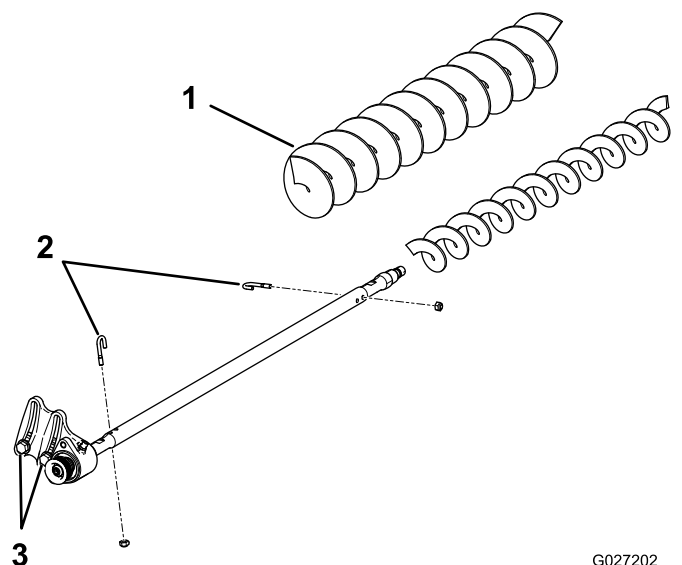

Figura 20
3. Retire los 2 pernos en J y las tuercas (Figura 20).
4. Retire el cepillo existente del eje del cepillo (Figura 20).
5. Afloje los 2 pernos, arandelas y tuercas que sujetan el alojamiento del cojinete del motor al soporte de montaje del alojamiento del cojinete (Figura 20).
6. Deslice el cepillo de altura de corte alta sobre el eje del cepillo (Figura 20).
7. Sujete el cepillo en el eje con los 2 pernos en J y tuercas que se retiraron anteriormente (Figura 20).